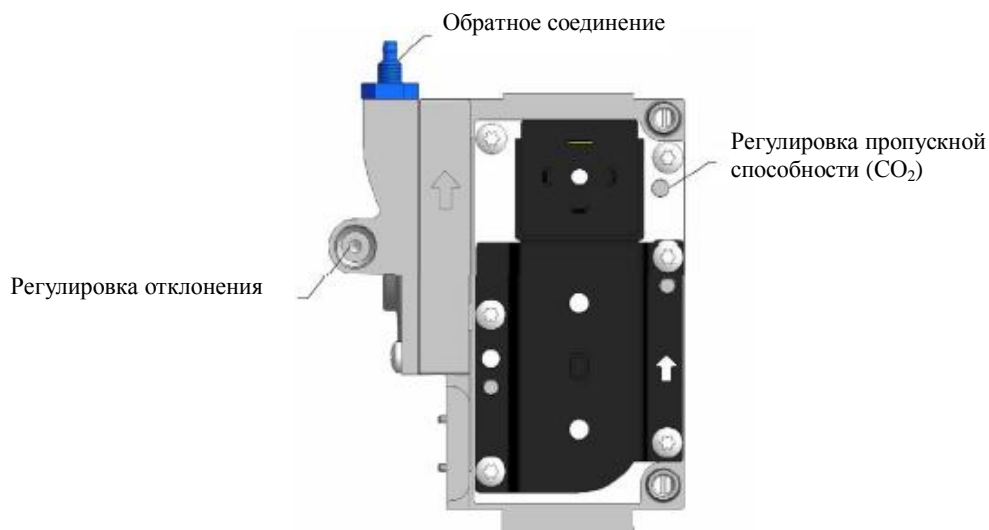

Рис. 31
- Поток газа, поступающий через клапан подачи газа в горелку, можно отрегулировать повернув винт регулировки пропускной способности (Рис. 31) при помощи торцевого ключа 2,5 мм. При этом, поворачивая винт против часовой стрелки, вы увеличиваете пропускную способность, а поворачивая винт по часовой стрелке - уменьшаете.
- Минимальный уровень CO₂ можно выставить, повернув винт регулировки отклонения (Рис. 31) при помощи торцевого ключа 2,5 мм. При этом, поворачивая винт по часовой стрелке, вы увеличиваете уровень CO₂, а поворачивая винт против часовой стрелки - уменьшаете.